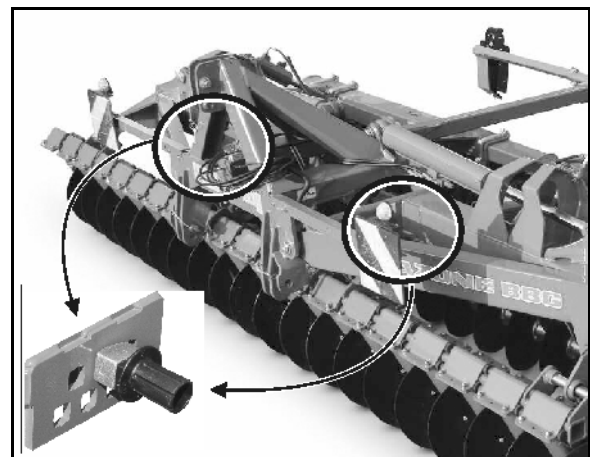

Fig. 38
- Catros 01-2 besitzen je Ausleger eine Einstellmöglichkeit des Scheibenversatzes (Fig. 38)